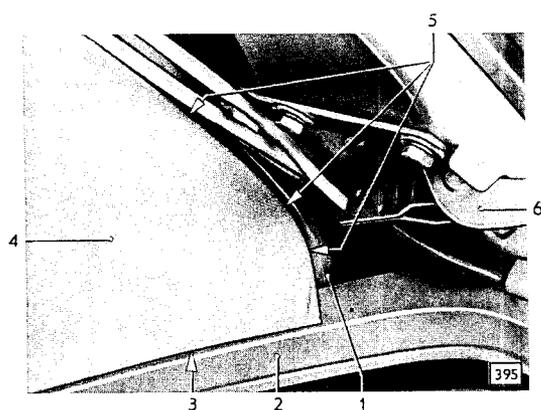

Bild 212 - Himmelbefestigung am hinteren Dachspiegel – Caravan
7. Nach Anbringung des Himmels am hinteren Dachspiegel des Caravan Himmel nach vorn umlegen und nach vorn spannen (211/4 und Bild 212).